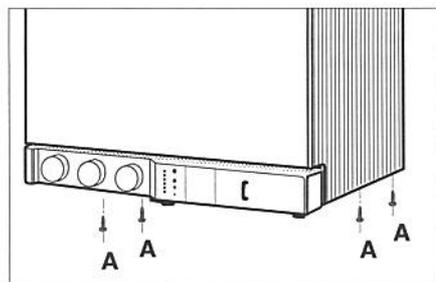

Fig. 9
- Desatornillar los 4 tornillos "A" (fig. 9) de fijación de la carcasa: